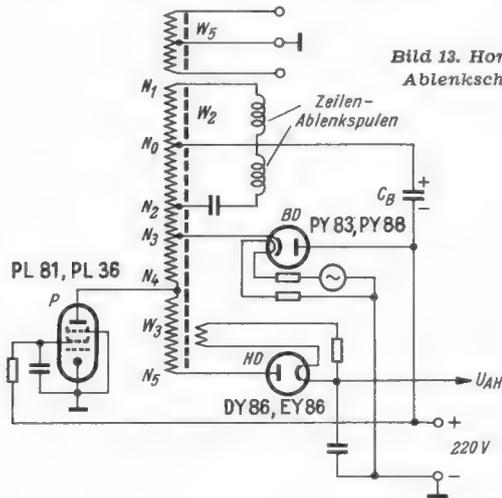

Bild 13. Horizontal-Ablenkschaltung
E. Einzelheiten zur Zeilenablenkung (Bild 13)
Die Schaltung (Bild 13) ist gegenüber den bisher behandelten Prinzipbildern um einige Details erweitert. Aus der Zeilenablenkschaltung gewinnt man gleichzeitig die Hochspannung für die Bildröhre. In Bild 9 ist gezeigt, daß beim Rücklauf eine hohe Spannung an der Ablenkspule entsteht. Sie wird nun so hochtransformiert (vornehmlich Wicklungsabschnitt w_3 in Bild 13), daß der Anschlußpunkt hohes positives Potential gegen Erde führt. Diese Impulsspannung (15 625 Impulse/s) wird in der Hochspannungsdiode HD (DY 80, DY 86 oder EY 86) gleichgerichtet und der Bildröhrenanode zugeführt.
Siehe hierzu Bild 13.